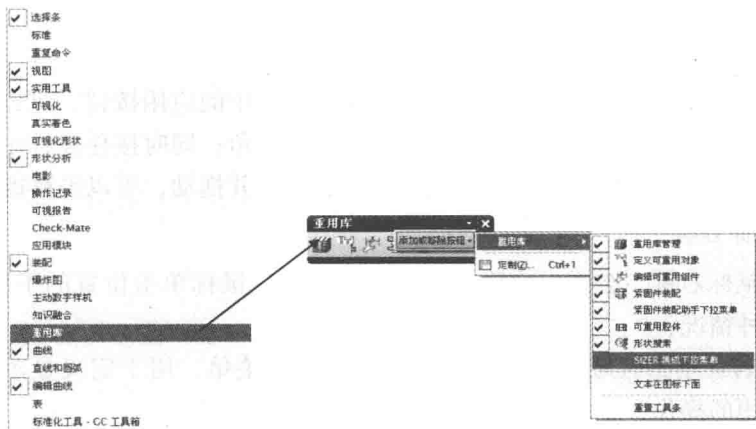

图 1-5 添加工具条和命令
在“定制”对话框中单击“工具条”选项卡，即可打开工具条定制选项卡。通过此选项卡可改变工具条的布局，也可以将各类工具条按钮通过拖放放在屏幕的顶部、左侧或下侧。另外，也可以在工具栏空白处点击鼠标右键直接调用或者关闭工具条，如图 1-5 所示。
Step1。单击工作条中的  按钮 (图 1-5), 单击“添加或移动按钮”按钮, 系统弹出工具条。